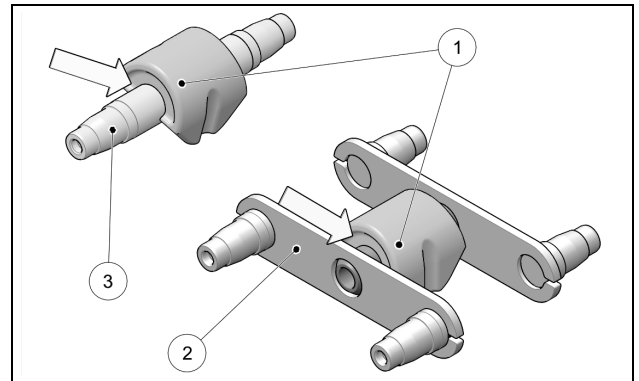

Figure 42
Vérifier que les supports de caoutchouc (1) aux tandems (2) et aux arbres de roue (3) sont fixes les uns contre les autres et ne montrent pas de début de séparation (décollement) entre les composantes. Figure 42.